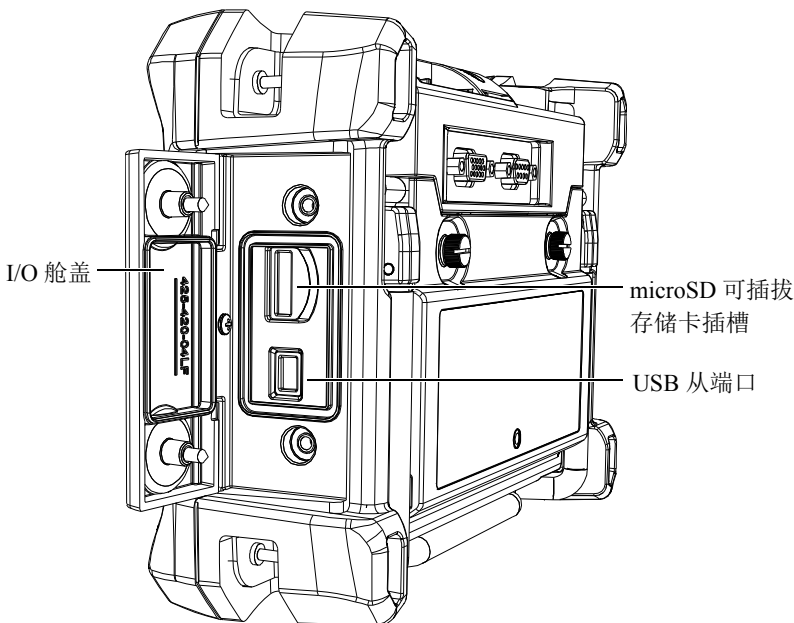

图 8-5 I/O 舱盖内的接口
1. 确保已将 microSD 存储卡插入到 Magna-Mike 8600 右侧 I/O 舱盖里面的专用插槽中（参见第 134 页的图 8-5）。